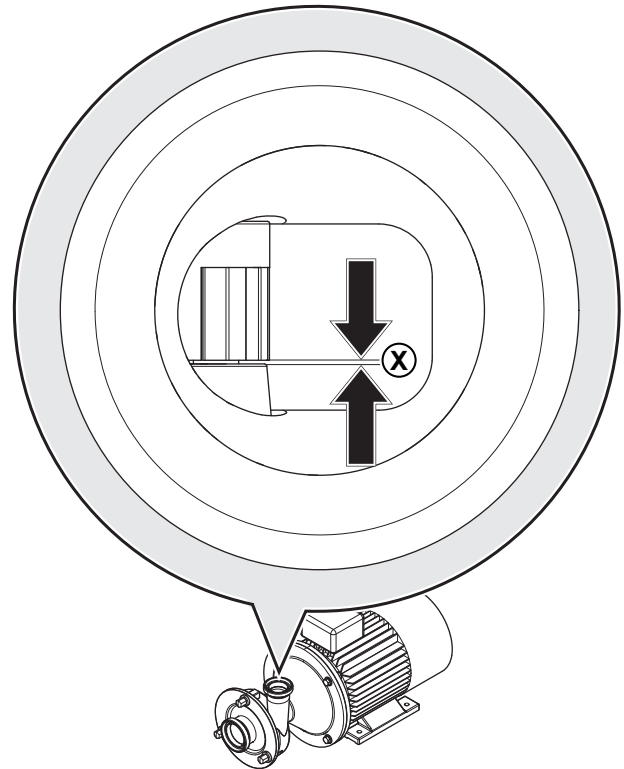

Fig. 28 Spleetmaat loopwiel–pompdeksel meten
2. Spleetmaat binnen de pijp aansluiting (drukleiding) meten. Zie ook Fig. 28 „Spleetmaat loopwiel–pompdeksel meten“.